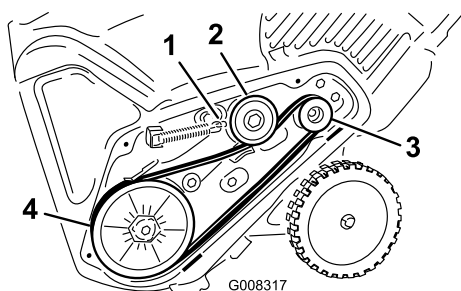

Figura 35
- Instale la correa de transmisión nueva, enrutándola como se muestra en Figura 35.
- Instale el muelle del freno en el brazo tensor (Figura 35).